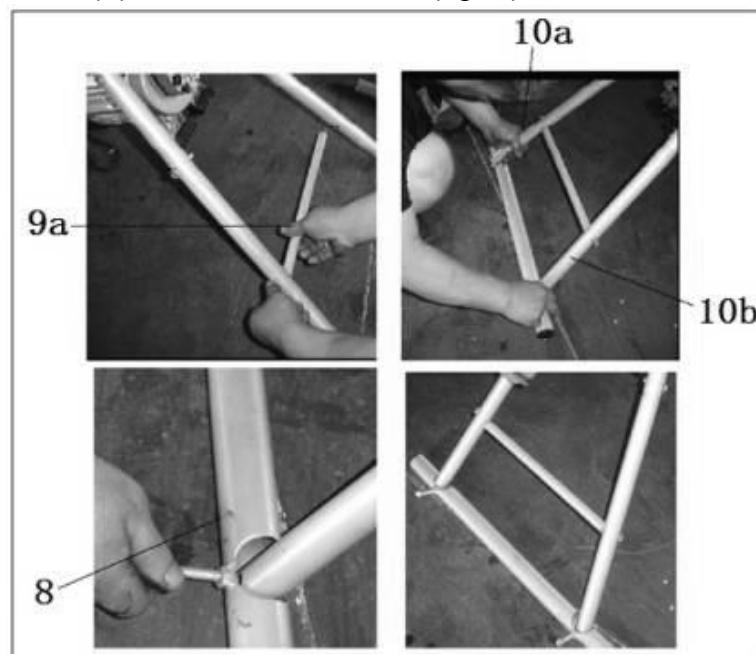

Fig. 3
- b) Fixez l'axe horizontal (9a) aux pieds avant (10a et 10b) avec des vis, puis le support horizontale (8) à l'aide des boulons (fig. 3).